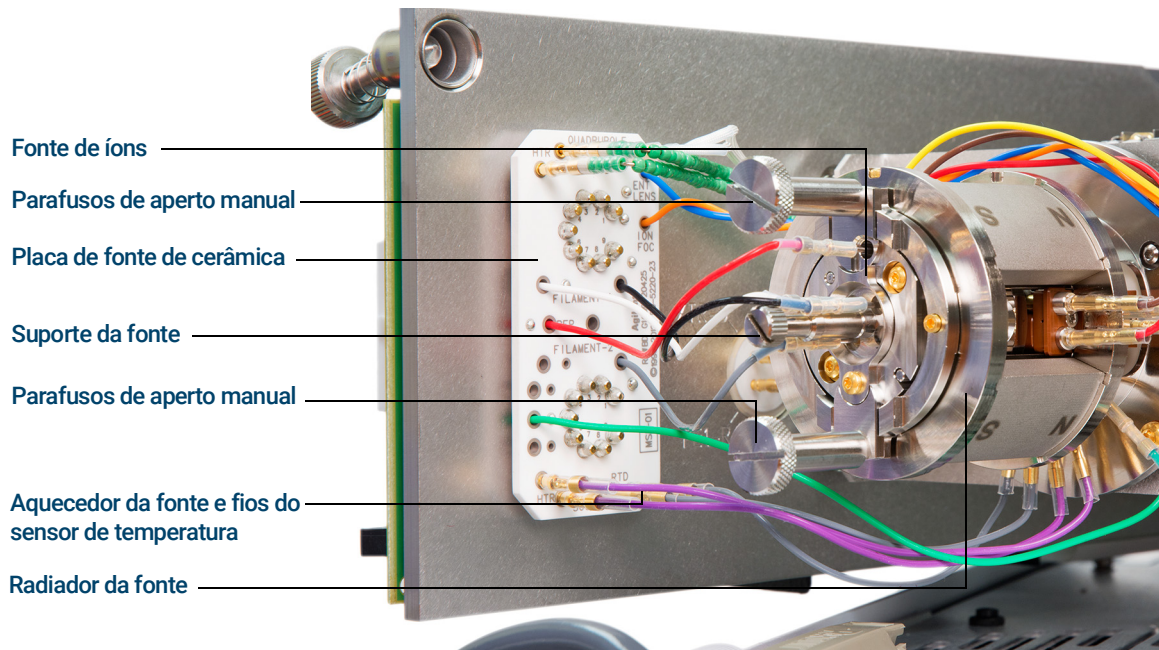

Figura 49 A câmara do analisador para um modelo de fonte de alta eficiência do MSD
- 3 Remova os dois parafusos grandes de aperto manual que mantém a fonte de íons no lugar. (Consulte **Figura 49** na página 160.)
- 4 Desconecte os fios da fonte EI de alta eficiência. (Consulte **Figura 49** na página 160.) Não dobre os fios além do necessário. (Consulte "**Conectando/Desconectando a fiação para a fonte EI de alta eficiência (HES)**" na página 161.)